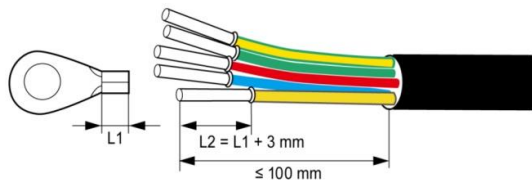

Abb. 5.8 Crimpkabelschuh
(1) Schließen Sie die vier Leitungen des dreiphasigen öffentlichen Stromnetzes L1, L2, L3 und N gemäß Tabelle 5-1 am AC-Steckverbinder an und schließen Sie den Erdungsleiter am Erdungspunkt an der Außenseite des Gehäuses an. Achten Sie darauf, dass die Leiter fest gecrimpt sind, ohne dass sie freiliegen, wie in Abb. 5.8 gezeigt.